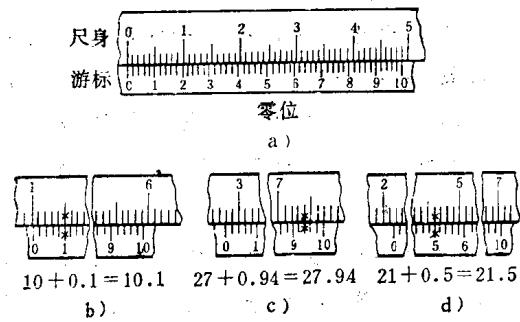

图1-35 0.02mm 游标卡尺的读数方法
1) 游标卡尺的读数方法 游标卡尺按其游标读数值的不同，分为0.1、0.05和0.02mm三种。现以读数值为0.02mm的游标卡尺为例（图1-35），简述其读数方法如下：